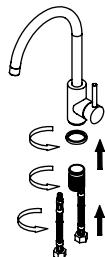

Рис. 2
- Присоедините гибкую подводку к смесителю (рис. 2).